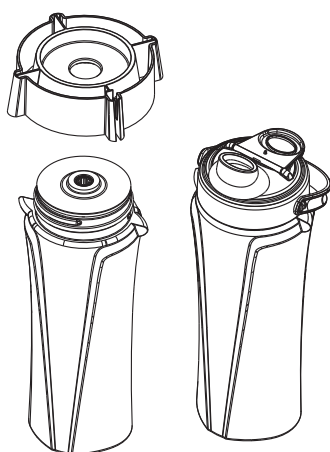

Figura 1
- Coloque la cuchilla ya ensamblada en el Vaso. (Véase la Figura 1)